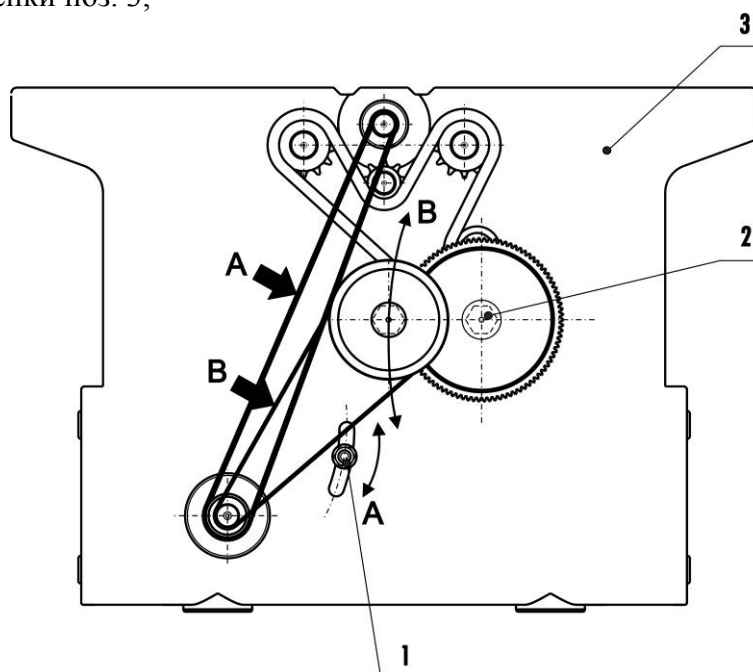

Рис. 10
- для натяжения ремня **A** (см. рис.10) привода ножевого барабана следует ослабить гайку поз. 1, а также две гайки крепления редуктора поз. 2, которые находятся на внутренней части стенки поз. 3;